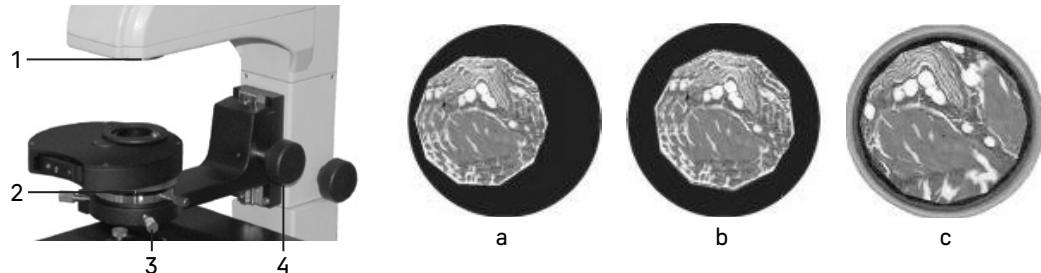

Рис. 15. Настройка освещения по Кёлеру
- Раскройте апертурную диафрагму **2** и закройте полевую диафрагму **1**. В поле зрения будет видно светлое пятно с изображением краев диафрагмы, как показано на рис. 15.
- Если светлое пятно смещено относительно центра поля зрения, как показано на рис. 15а, отрегулируйте положение апертурной диафрагмы с помощью центрировочных винтов 3 так, чтобы центр апертурной диафрагмы совместился с центром поля зрения, как показано на рис. 15б.
- Раскройте полевую диафрагму, чтобы изображение образца заполнило поле зрения, как показано на рис. 15с.